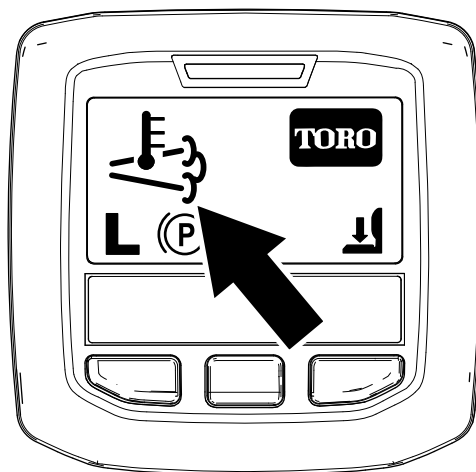

図 28
- インフォセンターには、 排気高温アイコンが表示されます 図 28。